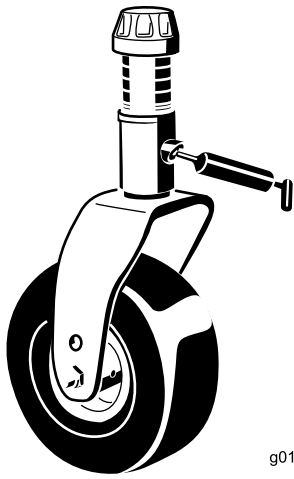

Figure 84
- 1 bague d'axe de chape de roue pivotante (Figure 84)